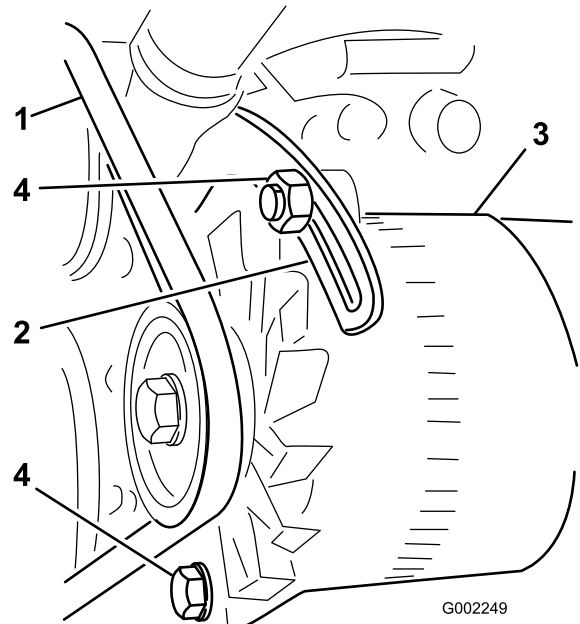

Figura 103
3. Afloje el perno del punto de pivote del alternador; afloje el perno que fija el alternador al tirante ranurado (Figura 103).